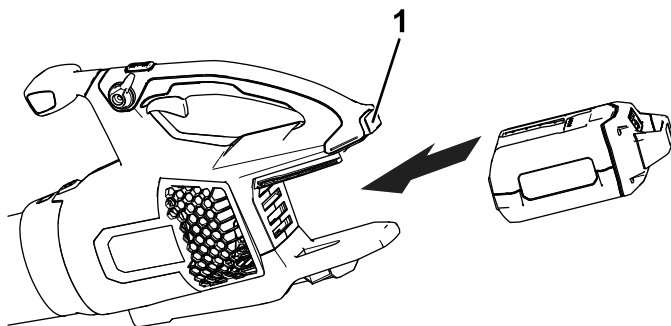

Figura 5
2. Alinee el hueco de la batería con la lengüeta del alojamiento de la empuñadura (Figura 5).
3. Sujete la empuñadura e introduzca la batería en la empuñadura hasta que el cierre la bloquee en su sitio (Figura 5).